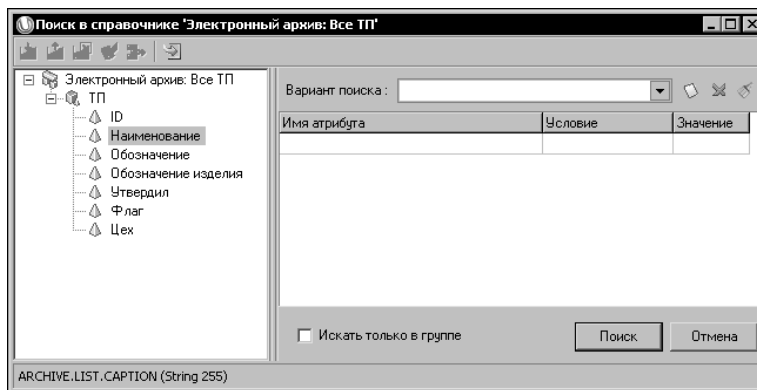

Рис. 14.4. Окно Поиск
В случае, когда выбор вкладок не позволяет быстро найти требуемый технологический процесс, рекомендуется воспользоваться многокритериальным поиском в архиве. Окно **Поиск**, показанное на рис. 14.4, вызывается командой **Вид — Поиск** или кнопкой **Поиск** на инструментальной панели приложения.
*Поиск производится только среди техпроцессов, отображаемых на выбранной пользователем вкладке. Например, на рис. 14.4 поиск будет осуществляться среди всех ТП, хранящихся в электронном архиве (выбрана вкладка **Все ТП**).*